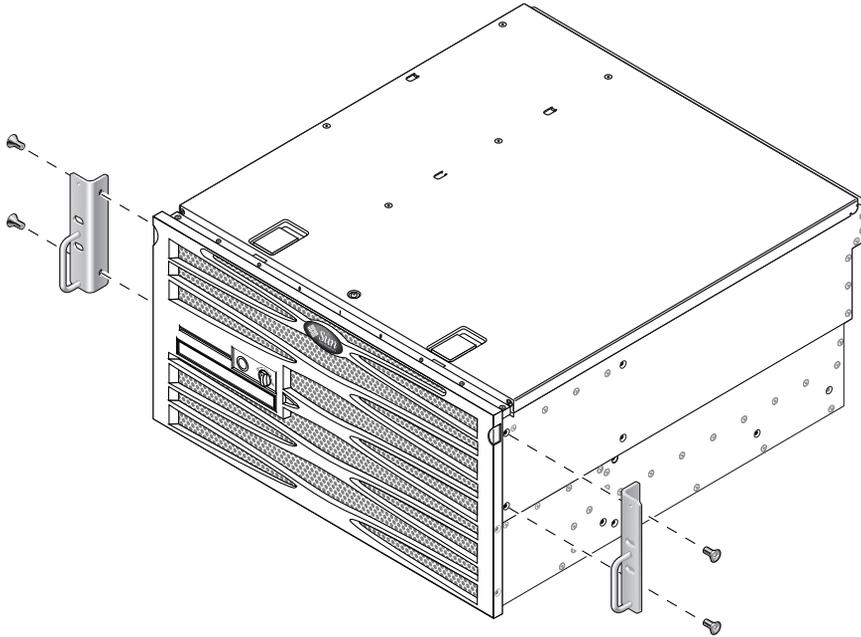

FIGURE 3-7 Fixation des supports de montage fixe au serveur
2. À l'aide de quatre vis cruciformes à tête plate M5 × 8 mm (deux par support), fixez les supports de montage fixe de part et d'autre du serveur (voir FIGURE 3-7).